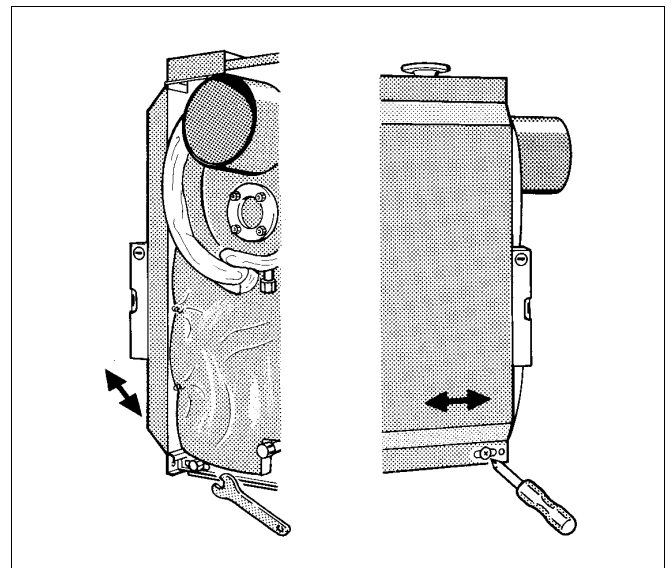

Abb. 15 Montage Verkleidung
Die Seitenwände können durch Verändern der unteren Traverse und der seitlichen Rahmenleisten ausgerichtet werden (Abb. 15).
- Nach dem senkrechten Ausrichten Sechskantschrauben in den unteren Traversen festziehen (Abb. 15).
- Blechschrauben in den seitlichen Rahmenleisten festziehen (Abb. 15).